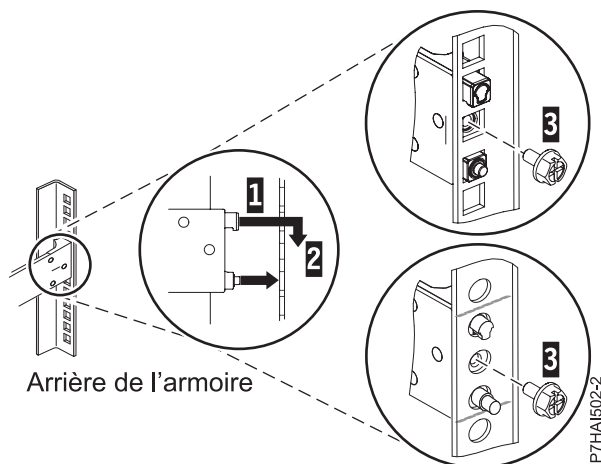

Figure 3. Alignement et fixation des broches dans les trous situés à l'arrière de l'armoire
3. Alignez les deux broches situées à l'arrière de la glissière, sur les trous supérieur et inférieur précédemment marqués de l'unité EIA sélectionnée. Tirez la glissière vers vous et insérez les deux broches dans les deux trous de l'armoire (1) et abaissez la glissière (2) pour engager le crochet sur la broche. Pour plus de détails, voir figure 3, à la page 5. Avant de passer à l'étape suivante, vérifiez que les deux broches traversent les trous de l'armoire.